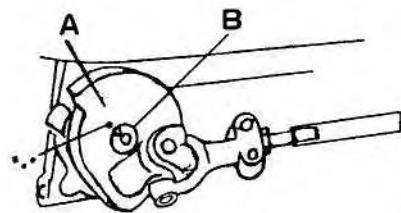

Рис. 19
с осью клиновидного паза главного вала, зафиксируйте коленчатый рычаг нитевого крючка в этом положении (рис. 19).
3. В результате регулировки положения метки «» на коленчатом валу нитевого крючка относительно клиновидного паза главного вала (рис. 19) меняется расположение нитевого крючка, поэтому необходимо выполнить более точную регулировку его положения. Идеальные условия работы обеспечиваются только при тщательном подборе и повторной регулировке трех указанных выше условий.
1. Регулировка взаимного расположения осуществляется посредством регулировки положения метки «.» на коленчатом валу нитевого крючка и клиновидного паза на главном валу (рис. 19).